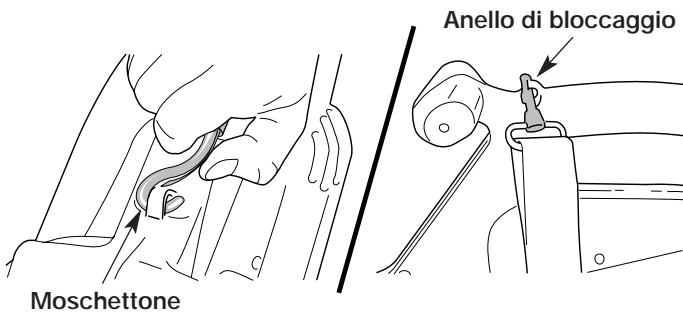

Fig. 7
4. Agganciare il moschettone metallico dell'imbracatura all'anello di bloccaggio posto nella parte superiore dell'impugnatura (Fig. 7).